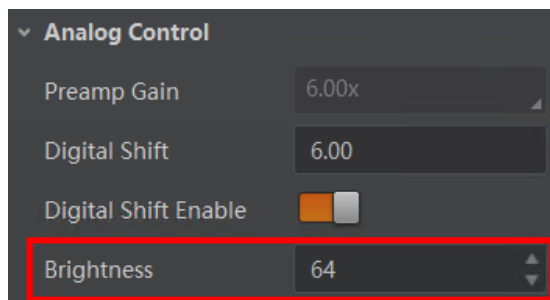

图7-27 亮度设置
2. 通过 *Analog Control* 属性下的 *Brightness* 参数进行设置，如图 7-27 所示。亮度参数范围为 0~255。